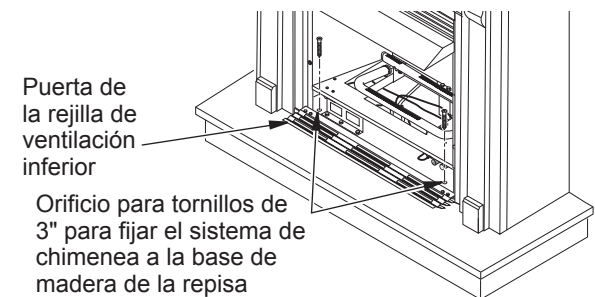

Figura 12 - Cómo fijar la chimenea a la repisa y a la base de la repisa
- Chimenea con puerta de rejilla de ventilación:** baje la puerta de la rejilla de ventilación inferior. Utilice dos tornillos de 3" que se incluyen en el paquete de piezas de ferretería y fije la chimenea o calefactor a la base de madera (consulte la figura 12). Cierre la puerta de la rejilla de ventilación.